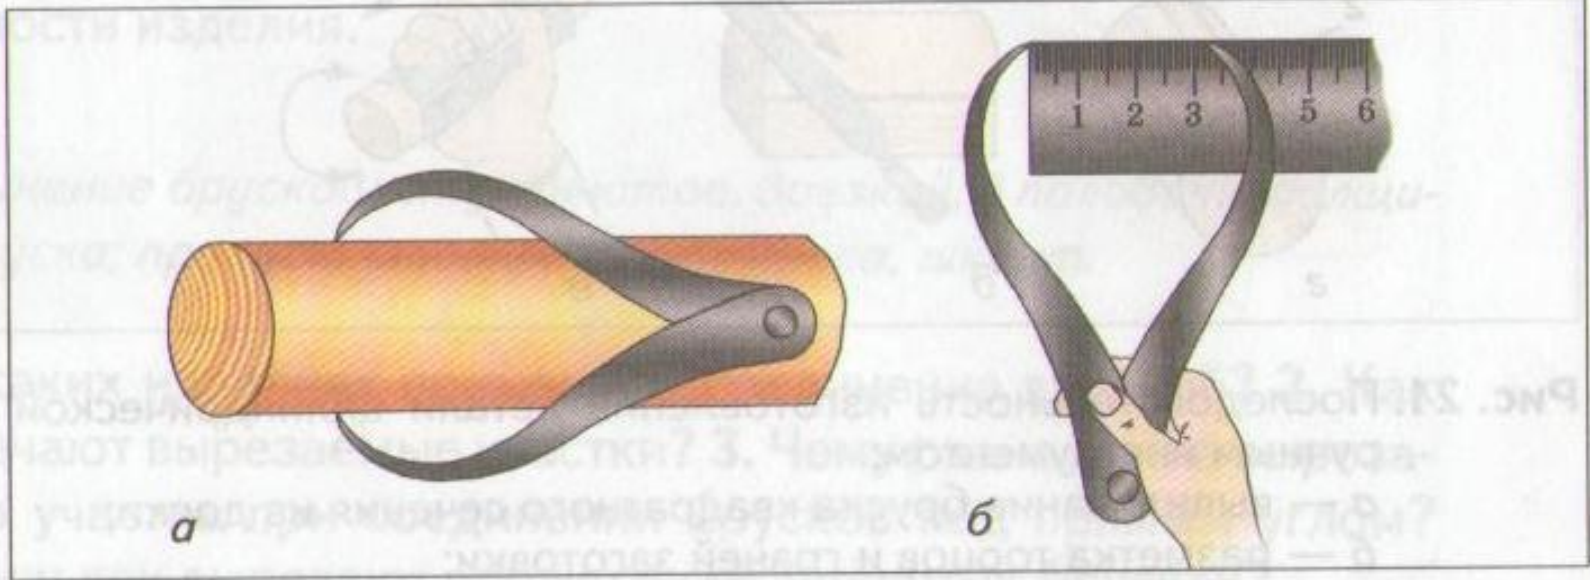

Рис. 2. Контроль диаметра круглой детали:
- Диаметр детали измеряют **кронциркулем** сначала на детали (рис. 2,*а*), а затем проверяют его по линейке (рис. 2,*б*).